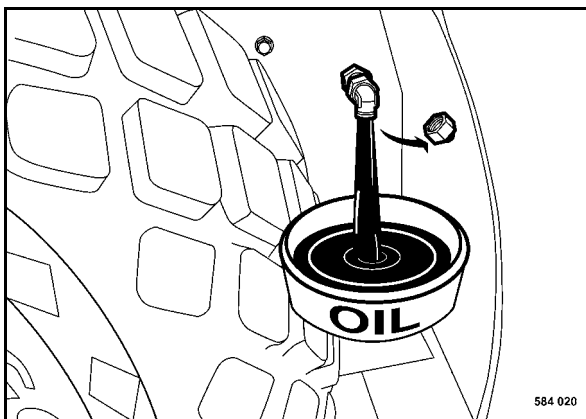

fig. 102
- Dévisser le bouchon de vidange (fig. 102) et laisser écouler l'huile.